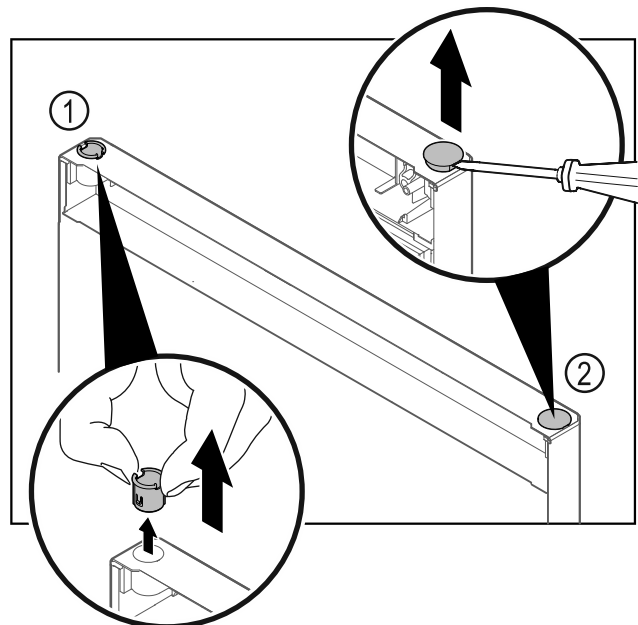

Fig. 27 Porte de la partie réfrigérateur
- ▶ Retirer la bague Fig. 27 (1) avec les doigts.
- ▶ Soulever délicatement le bouchon Fig. 27 (2) avec un tournevis plat et le retirer.